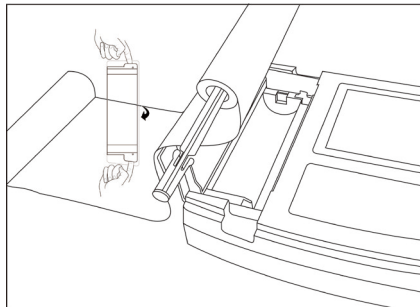

Figura 6-1 Installazione della carta di stampa
1. Come mostrato in Figura 6-1, per aprire lo scomparto della carta utilizzare entrambe le mani per sollevare contemporaneamente entrambi i lati del coperchio dello scomparto della carta. Estrarre il rullo, inserirlo nel rotolo di carta come mostrato in figura. La griglia della carta termica deve essere rivolta verso il basso. Dopodiché installare il nuovo rotolo nella posizione corretta nello scomparto della carta.